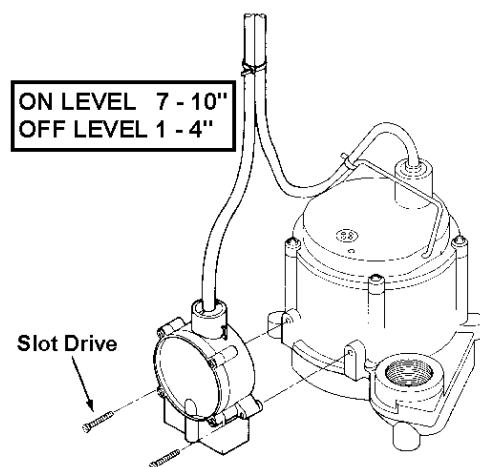

FIGURE 2 - RS-5 MOUNTED TO 6 SERIES
2. For installation on Little Giant® Model 6-CIM-R, 6000M-R, 6-CBM-R, or 6000BM-R pump, refer to Figure 2. Attach the RS-5 directly to the Model 6 Series pump housing using the two slot drive screws provided, as shown in Figure 2. Use the cable ties provided to secure the power cords together. To ensure proper operation of pump and switch, place pump on a solid surface in water at least 1" deep.
2. Pour installer l'appareil sur une pompe 6-MSP Little Giant® de modèle 6-CIM-R, 6000M-R, 6-CBM-R ou 6000BM-R, se référer à la Figure 2. Fixer directement le RS-5 à l'enveloppe de ces pompes de modèle 6 à l'aide de fausses vis à deux fentes, tel qu'illustré à la Figure 2. Rassembler les cordons d'alimentation à l'aide des colliers de serrage fournis. Pour que la pompe et l'interrupteur fonctionnent correctement, placer la pompe sur une surface solide, dans l'eau, à une profondeur d'au moins 2,5 cm (1 po).